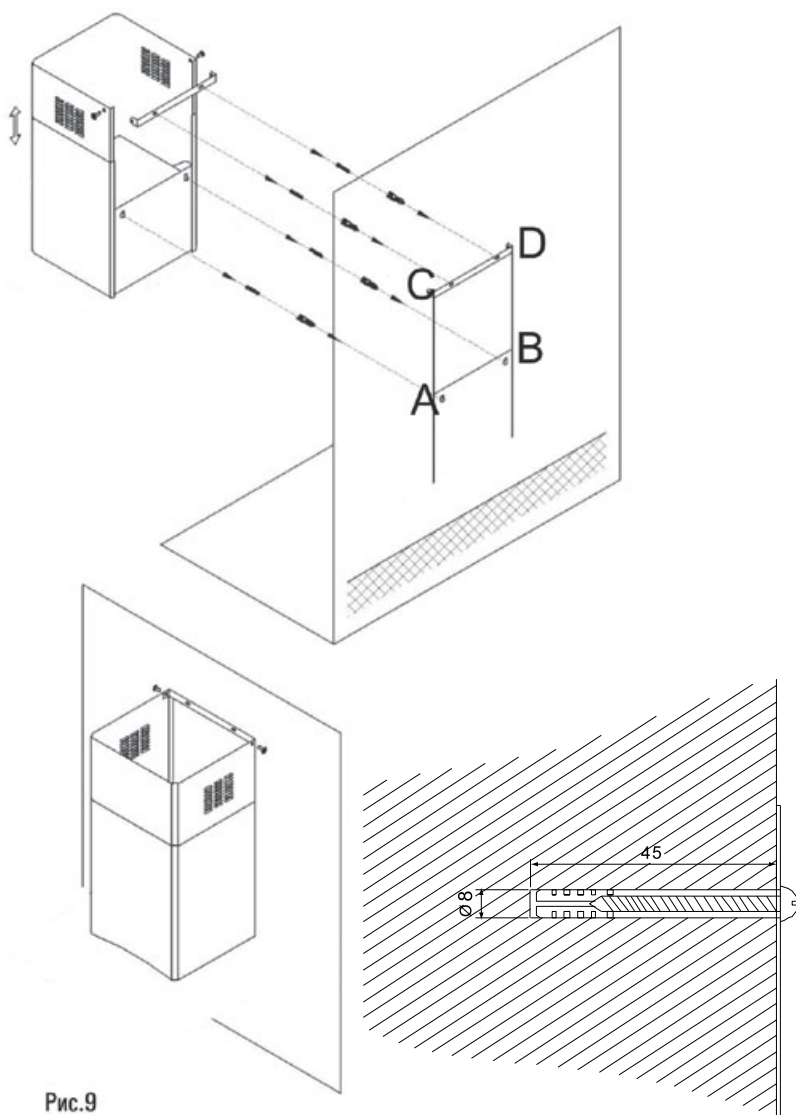

Рис.9
1. Прежде чем приступать к сверлению отверстий под дюбели в стене необходимо произвести разметку. Для этого измерьте на вытяжке расстояние между центрами отверстий, предназначенных для подвешивания вытяжки на стену. На нужной высоте начертите горизонтальную линию на стене по уровню. На этой линии наметьте точки (А и В), расстояние между которыми должно равняться расстоянию, измеренному между центрами отверстий для крепления вытяжки (рис. 9).
3. Возьмите установочные винты ST4x35, наденьте на них металлические дюбели таким образом, чтобы разрезная часть была направлена в сторону головки винта, и установите их в просверленные вами отверстия в стене А и В резьбовой частью наружу (рис. 9).
5. Повесьте корпус вытяжки на опорные точки А и В согласно прилагаемого рисунка (рис. 9). Затяжку гаек производите с полным прижатием корпуса вытяжки к стене с максимальным усилием, до полной фиксации крепежа в стене.
7. Сделайте разметку для крепления планки внутреннего декоративного кожуха, точки С, D на рис. 9.